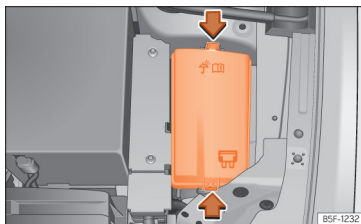

Fig. 216 Al compartiment del motor: tapa de la caixa de fusibles.
- Premeu les pestanyes de bloqueig per desbloquejar la tapa de la caixa de fusibles »» » **fig. 216**.